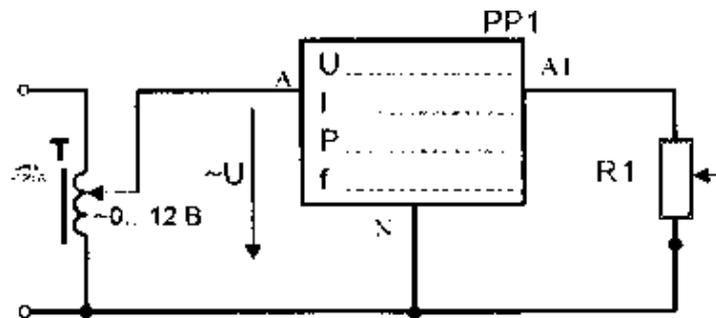

Рис. 1
3.2. Собрать электрическую цепь для снятия вольтамперной характеристики резистора (рис. 1). В качестве регулируемого источника питания использовать выход пониженного напряжения автотрансформатора (клеммы « $\sim 0...12\text{ В}$ »). Установить заданное преподавателем значение сопротивления резистора R1. Ручку регулятора напряжения автотрансформатора установить в крайнее левое положение. На измерителе мощности установить пределы измерений «30 В» и «2 А».